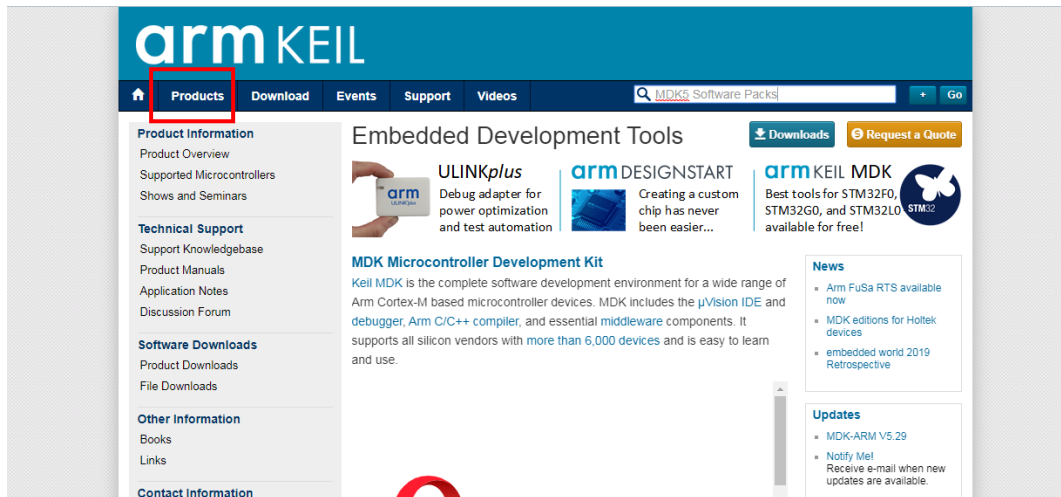

图 3.1.1 Keil 官网首页
(1) 打开 Keil 官网 <http://www.keil.com>，在首页点击 Products，如图 3.1.1 所示：